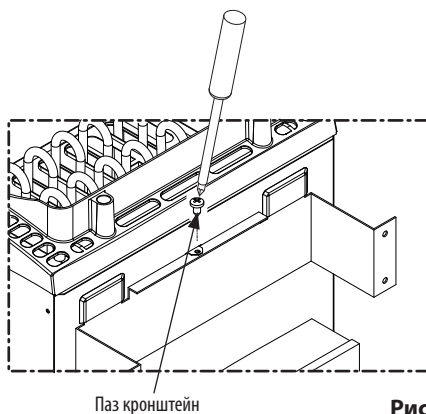

Рис. 6
- Закрепить печь, затянув болт на задней стене печи (рис. 6).